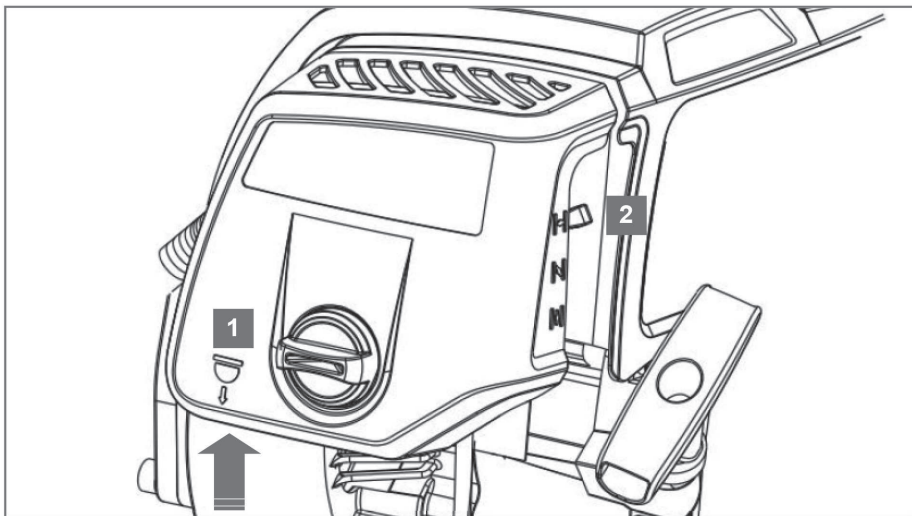

Рис. 10
• Нажмите на кнопку праймера (топливоподкачивающего насоса) 1 (рис. 10) 5 -10 раз. Как только топливная смесь появится в прозрачной колбе, нажмите на неё ещё 2-3 раза, что гарантирует поступление топливной смеси в карбюратор, что в значительной степени облегчит запуск и снизит нагрузку на руку оператора и снизит риск поломки элементов стартера.
- Переведите рычаг воздушной заслонки (2) вверх, установив его в закрытое положение для холодного запуска.